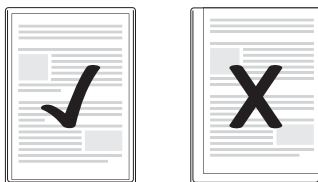

Bild 1
- ▶ Se till så att det finns ett avstånd på minst två mm mellan plastfickans och dokumentets kanter, så som visas på bild 1.
- ▶ Se till så att det finns ett avstånd på minst två mm mellan plastfickans och dokumentets kanter, så som visas på bild 1 (se sid. 36).